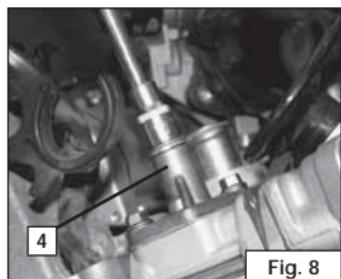

Fig. 8
- Allentare il dado centrale del tendicatena della distribuzione (4) (Fig. 8).
- Togliere il gruppo tendi catena svitando le due viti che lo fissano al cilindro (Fig. 8).
- Loosen the central nut of the distribution chain tensioner (4) (Fig. 8).
- Remove the distribution chain tensioner unit by unscrewing the two screws that fasten it to the cylinder (Fig. 8).
- Desserez l'écrou central du tendeur de chaîne de la distribution (4) (Fig. 8) .
- Enlevez le groupe du tendeur de chaîne en dévissant les deux vis qui le fixent au cylindre (Fig. 8) .
- Montare il tendicatena originale e serrare il dado centrale dello stesso, comprimendo la molla che regola la tensione della catena di distribuzione (Fig. 8).
- Fit the original chain tensioner and tighten the central nut on it, compressing the spring that regulates the distribution chain tension (Fig. 8).
- Montez le tendeur de chaîne d'origine et serrez son écrou central, tout en comprimant le ressort qui règle la tension de la chaîne de distribution (Fig. 8) .